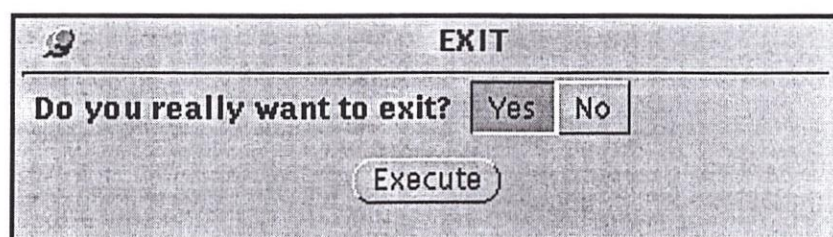

Figura 3.5: Fim da execução do visualizador
- *Exit*: por onde se faz o fim da execução do visualizador, como mostra a figura 3.5;